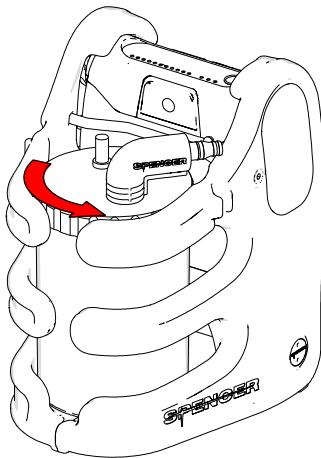

Abb. 9
1. Behälter mit dem Filter verbinden (Nr°5 Abschnitt 3.2) der Behälter in seinem Gehäuse einfugen (Abb.9).